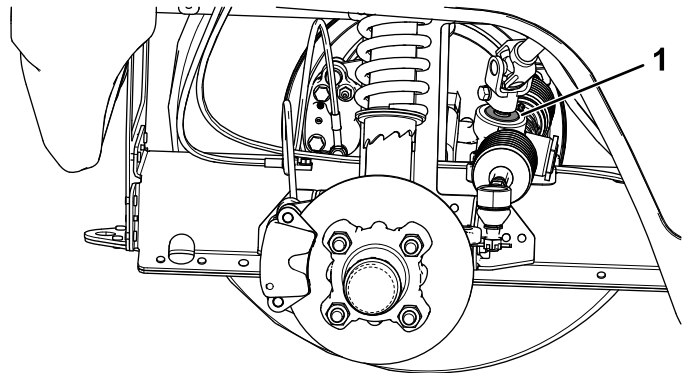

Figure 113
**Important:** Vérifiez l'état et la fixation du joint de l'arbre de pignon (Figure 113).